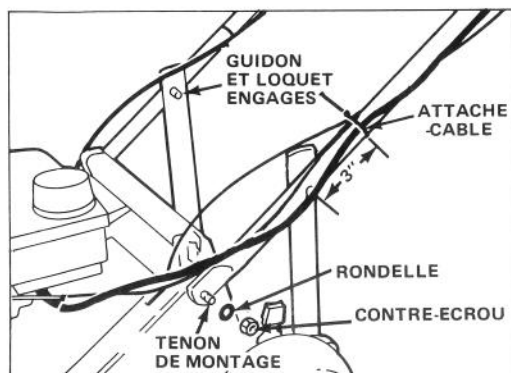

Figure 1
1. Ecartez les mancherons et glissez-les sur les tenons de montage du carter de la tondeuse (Fig. 1).
2. Attachez chaque côté du guidon aux tenons de montage à l'aide d'une rondelle et d'un contre-écrou (Fig. 1).
3. Actionnez les loquets du guidon vers l'intérieur, puis orientez le guidon vers le haut ou vers le bas afin d'enclencher les tenons dans l'orifice du milieu des deux loquets (Fig. 1).
5. Attachez les câbles de commande de chaque côté du guidon à environ 75 mm au-dessus du tenon de guidon (Fig. 1).